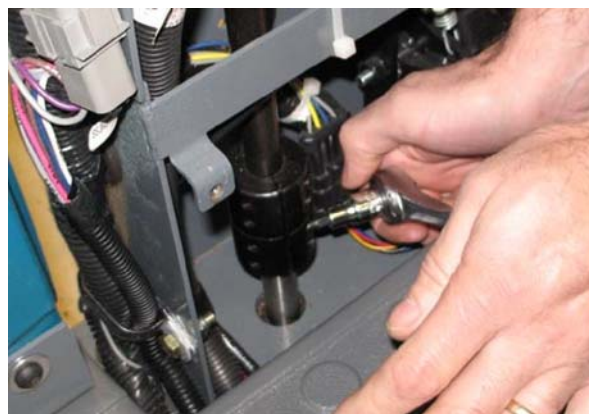

FIG. 12
12. Utilice la llave facilitada (4) para aflojar los cuatro tornillos de la columna de dirección. (Fig. 12)